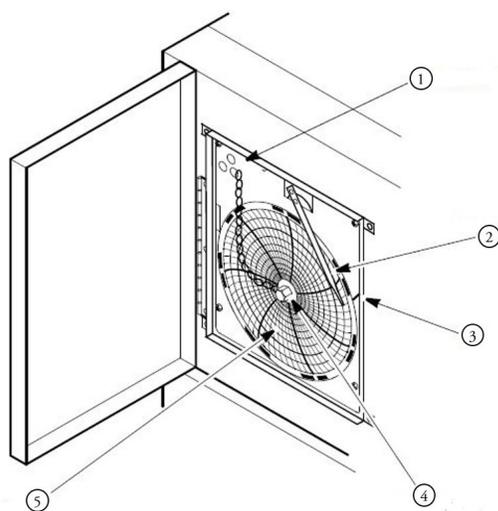

Figura 13. Registratore grafico
3. Svitare il dado centrale, rimuovere la vecchia carta millimetrata, e installare la nuova carta millimetrata. Allineare attentamente il giorno e il tempo con il segno di riferimento sul pannello del registratore (una piccola scanalatura sul lato sinistro del pannello, come mostrato in *Figura 13*).
4. Ricollocare il dado centrale e avvitarlo bene a mano. Premere nuovamente il pulsante grafico (3) per riprendere la registrazione della temperatura.